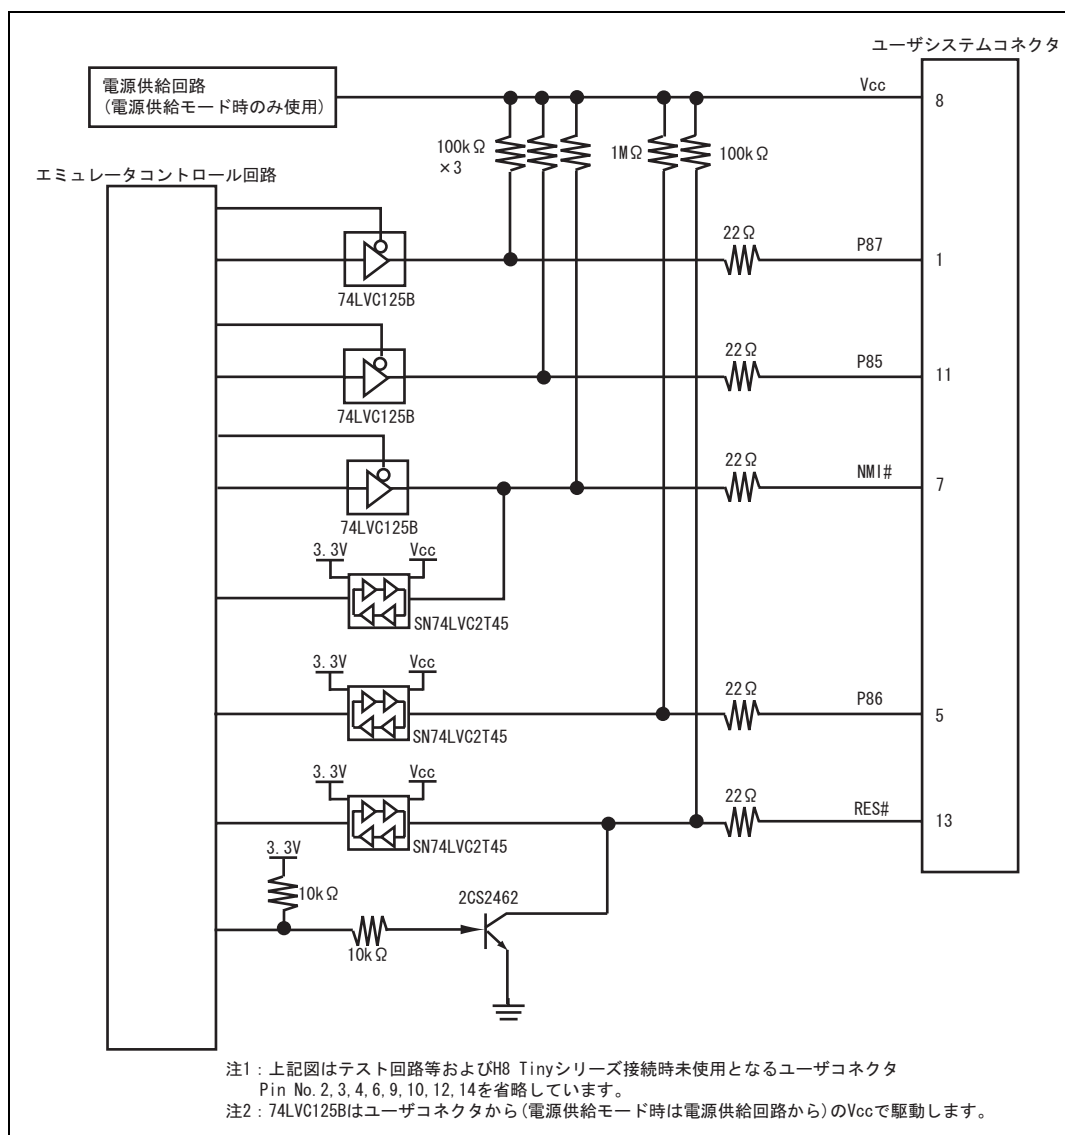

図 4.6 E8a エミュレータ内インタフェース回路 (参考)
7. 図 4.6 に E8a エミュレータ内インタフェース回路を示します。プルアップ抵抗の値などを決定するときに参考にしてください。